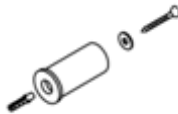

Fig. 2
4. Coloque os suportes na parede com maior diâmetro ($\varnothing 26$) (como se mostra na figura) com os 4 parafusos para as buchas de 8 mm e as 4 arruelas correspondentes (Fig. 2).